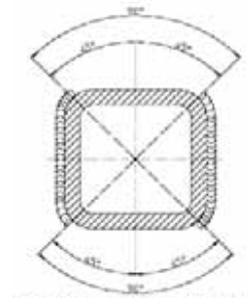

Figura 2
- La figura 2 indica las zonas del eje con sección cuadrada en las cuales se permite efectuar soldaduras.